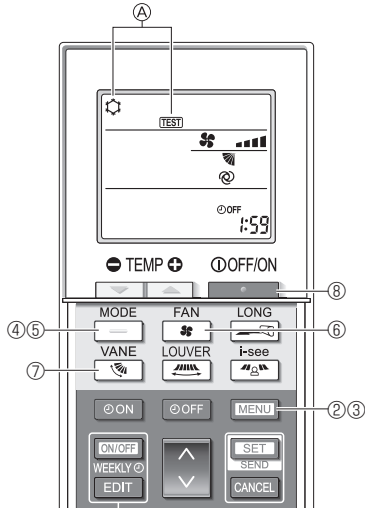

Fig. 7-5
- 5 saniye boyunca [MENU] düğmesine basın. (Fig. 7-5)
A [TEST] ve o andaki çalışma modu görüntülenir. (Fig. 7-5)